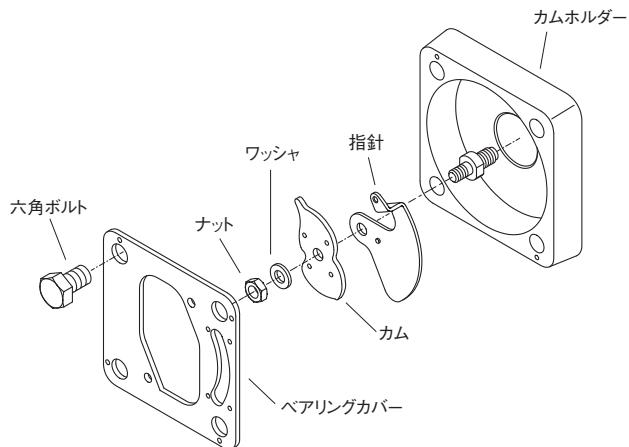

図4-3
- [2] ポジショナを取り外したらナットを外してバルブシステム先端に付いているカムと指針を取り外します。(図4-3参照)